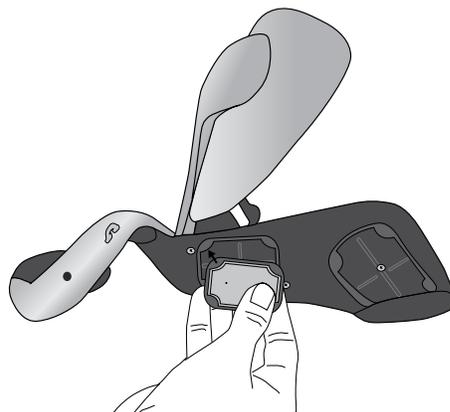

Abbildung 6-20: Einlegen der Gewebeelektrode in die Elektrodenbasis
6. Bringen Sie die Gewebeelektroden Nr. 1, 2, 4 und 5 so an der Elektrodenbasis an, dass der weiße Punkt an der Elektrode in Richtung Basis zeigt. Führen Sie die Ecken der Gewebeelektrode in die Elektrodenbasis ein. Siehe Abbildung 6-20.